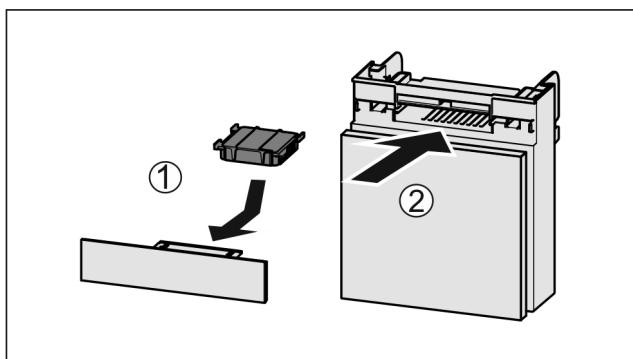

Fig. 129
- Aktivni ogleni filter vstavite Fig. 129 (1) skladno s prikazom na sliki.
- Predal potisnite noter Fig. 129 (2).